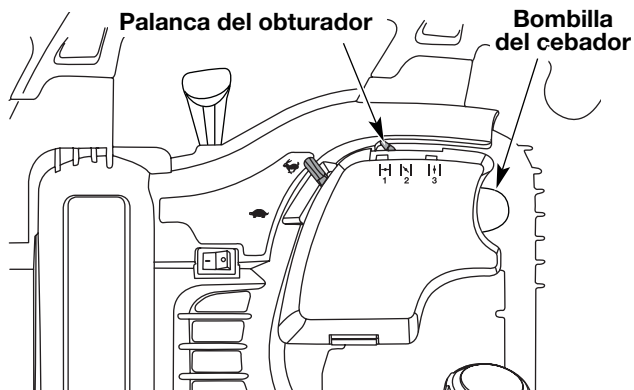

Fig. 13
**NOTA:** No es necesario encender la unidad. El Control de Encendido/Apagado está en la posición de ENCENDIDO (I) en todo momento.
3. Oprima completamente el cebador y suéltelo 10 veces. Hágalo lentamente. Se deberá ver un poco de combustible en el cebador y en las tuberías de alimentación de combustible (Fig. 13). Si no puede ver el combustible en el cebador, oprímalo y suéltelo tantas veces como sea necesario hasta que vea combustible en el mismo.
4. Coloque la palanca del obturador en **Posición 1** (Fig. 13).
6. Coloque la palanca del obturador en **Posición 2** (Fig. 13).
9. Coloque la palanca del obturador en **Posición 3** (Fig. 13) la unidad está lista para usarse.
2. Coloque el control de encendido y apagado en posición de APAGADO (O) (Fig. 13).